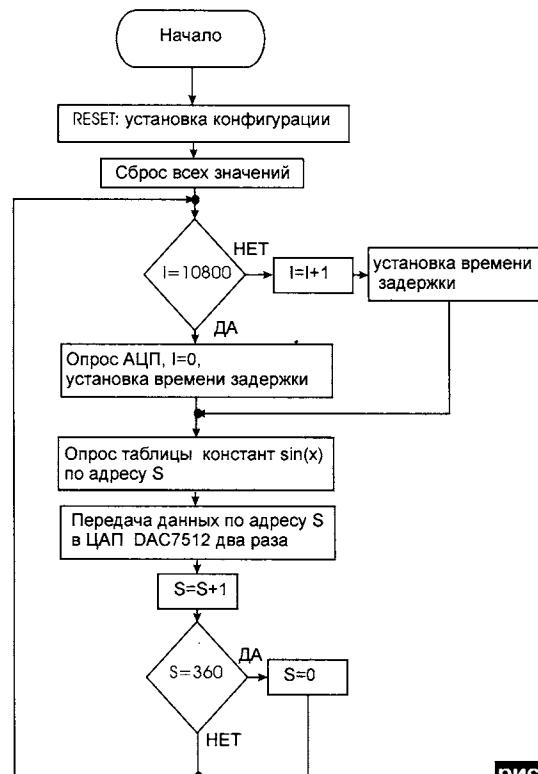

рис.6
**Блок схема программы (рис.6)** начинается традиционно с установки конфигурации МК. Для нормального функционирования в начале программы происходит сброс всех значений и переменных. Далее блок схема имеет особенность, связанную с цифровым формированием сигнала. В считывании аналогового сигнала АЦП есть существенный недостаток, получаемые данные имеют непостоянные параметры, которые колеблются около одного значения. Естественно, если эти изменяющиеся значения подавать в качестве временных промежутков, то сигнал будет иметь существенную девиацию. Автор предлагает изменять значения считанных АЦП раз за 10800 циклов вывода констант в ЦАП, что составит 30 полных периода сигнала синусоиды.